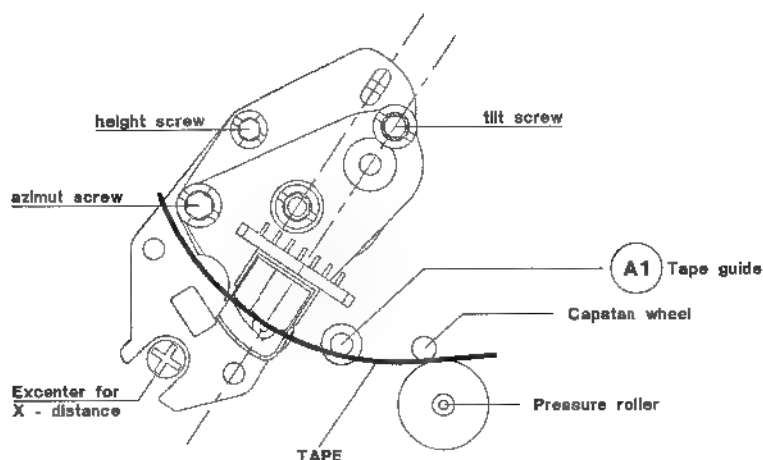

Abb. 1
- Drehen Sie die Exzentrerschraube (Abb. 1), bis der maximale DC-Wert des TRIV-Signals erreicht ist.
- Drehen Sie die Exzentrerschraube (Abb. 1), bis der maximale DC-Wert des TRIV-Signals erreicht wird.
- Verstellen Sie die Kippschraube, bis die Unterkante des Bandes die Bandführung A1 gerade berührt (Abb. 1). Das Band darf an der Unterkante nicht verzerrt werden.
- Verstellen Sie die Höhen- und Azimutschrauben (Abb. 1), bis die maximale Audioleistung erreicht wird.